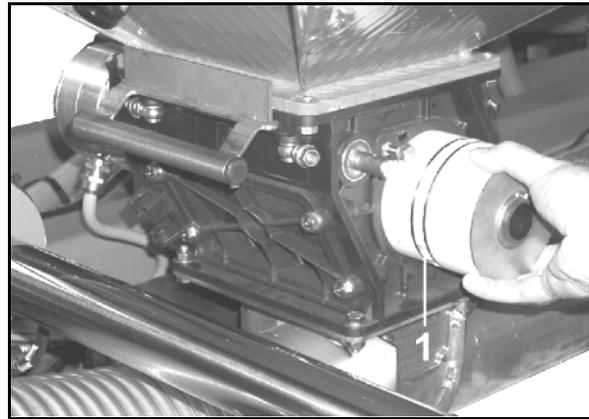

Fig. 101
1. Beide Abdeckbleche (Fig. 101/1) an der Innenseite der Bremstrommel abschrauben.
Eingedrungener Schmutz kann sich auf den Bremsbelägen (Fig. 101/2) absetzen und dadurch die Bremsleistung wesentlich verschlechtern.